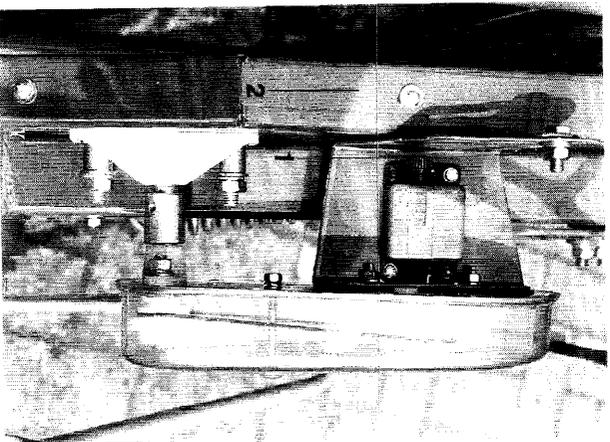

Fig. 103
Vor Arbeitsbeginn ist der Hektarzähler durch Drehen an der Verstellerschraube (Fig. 103/1) auf Null einzustellen.
- Kettenschutz (Fig. 103/2) des schwenkbaren Antriebes entfernen.
- Kettenschutz (Fig. 103/2) montieren.